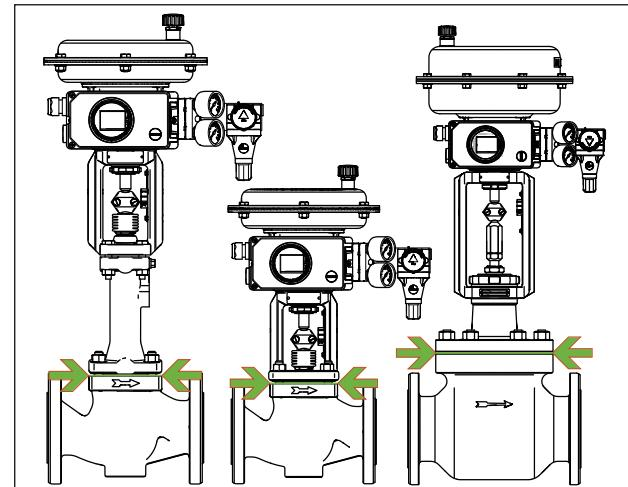

Fig. 13 : Limite d'isolation des vannes de régulation (exemple)
- ⇒ Isoler les vannes de régulation uniquement jusqu'à la bride du couvercle du corps de vanne, cf. Fig. 13. Cela s'applique également aux exécutions avec soufflet ou pièce d'isolation lorsque la température du fluide est inférieure à 0 °C ou supérieure à 220 °C. Si la pièce d'isolation est incluse dans l'isolation, elle perd alors sa fonction !